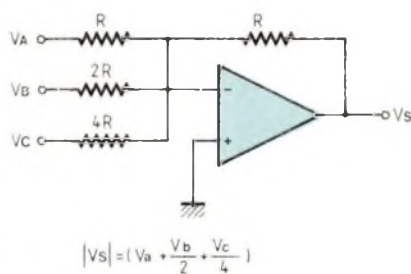
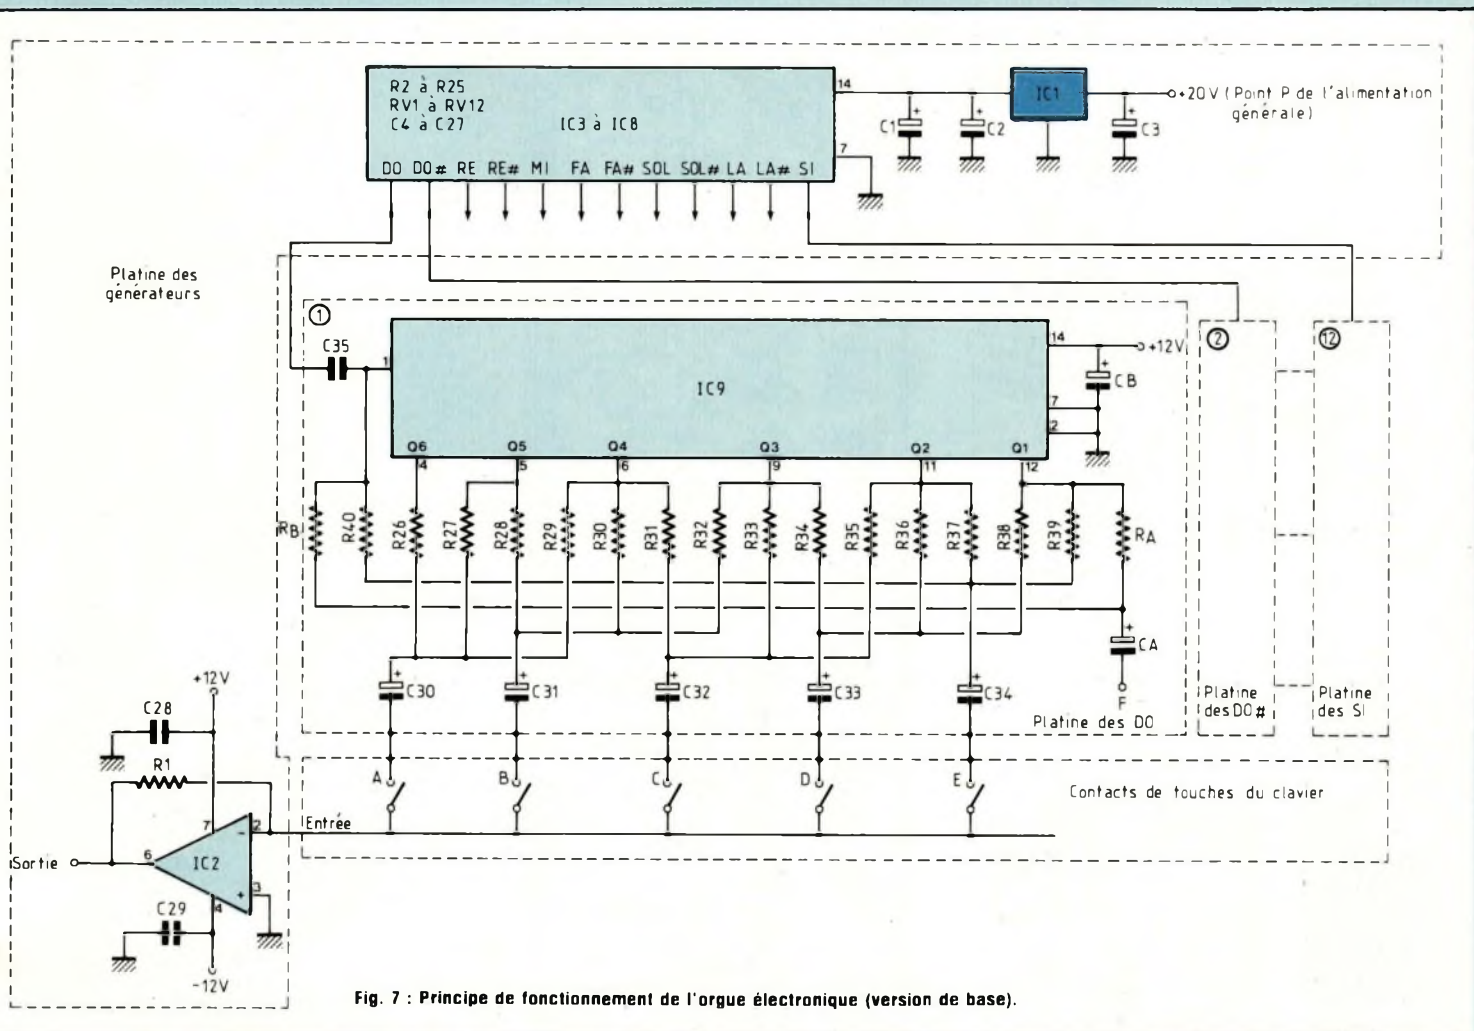
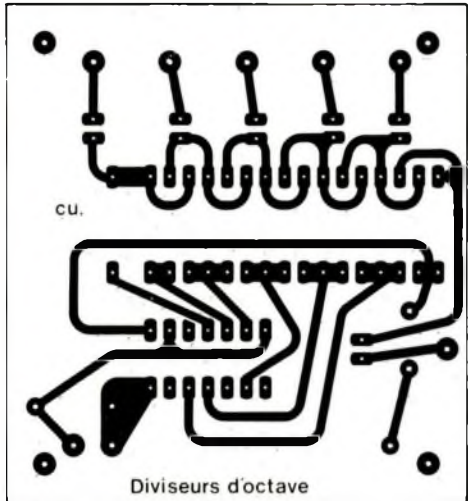

Fig. 6c : Addition de signaux.
Fig. 7 : Principe de fonctionnement de l'orgue électronique (version de base).
Fig. 9a
D'autre part, la dent de scie se rapproche du son naturel de l'orgue, que l'on va « fabriquer » à l'aide du montage de la figure 6c : le signal en marches d'escalier obtenu approche raisonnablement la dent de scie (figure 6d). L'amplificateur opérationnel, monté en additionneur-inverseur, apporte un déphasage de  $\pi$  qui ne nous gêne aucunement ; il effectue en plus le mélange des notes rassemblées sur le bus de sortie (figure 7).
- la platine de diviseurs d'octave et générateurs de rampes, à réaliser en douze exemplaires (figures 9a et 9b). Ces deux groupes de circuits sont délimités par les lignes discontinues de la figure 7. Leur réalisation en époxy simple face ne présente aucune difficulté majeure. Remarquez qu'il existe douze straps sur la carte des générateurs : on veillera à ne pas les oublier.